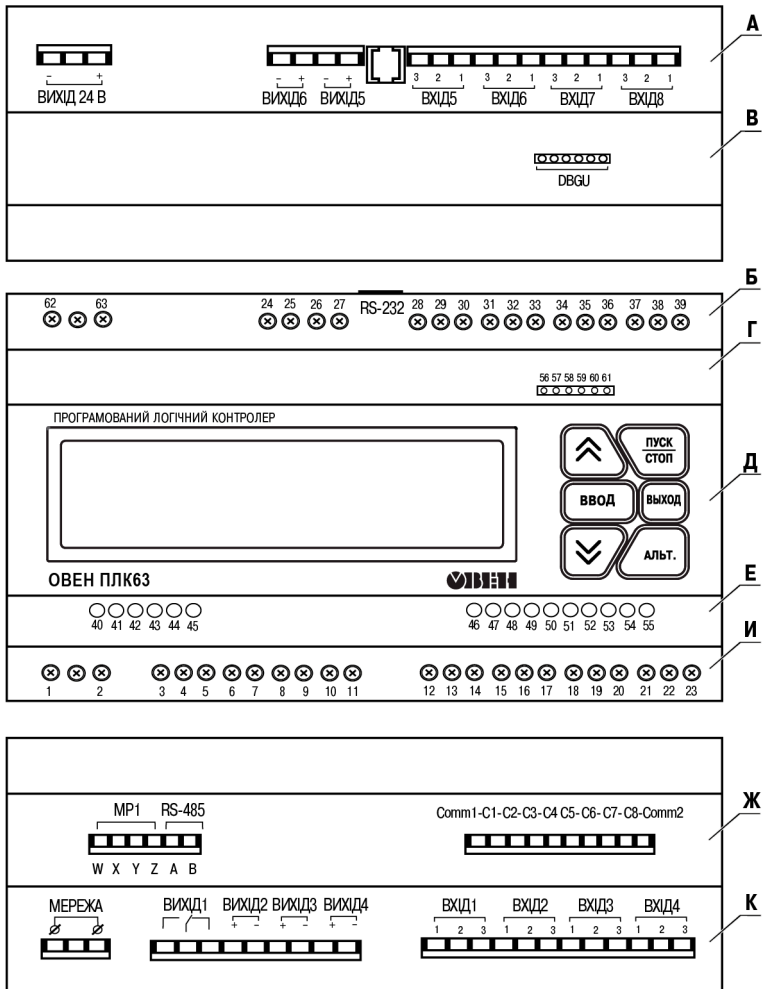

Рисунок 3.1 – Разъемные соединения, элементы индикации и управления контроллера
3.3.1 Контроллер имеет восемь цифровых (дискретных) входов. Контакты разъема выведены на клеммы, см. рисунок 3.1 (поверхности К, И). Номера контактов и расположение интерфейсных линий приведены в Приложении Г. Обработка значений с входов осуществляется пользовательской программой ПЛК.